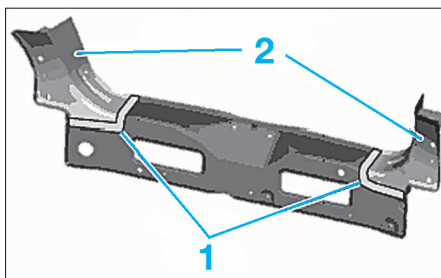

FIG. 29
• Meuler sur la pièce neuve les cordons de soudure dans les zones (1) (Fig.29) et extraire les tôles inutilisées.